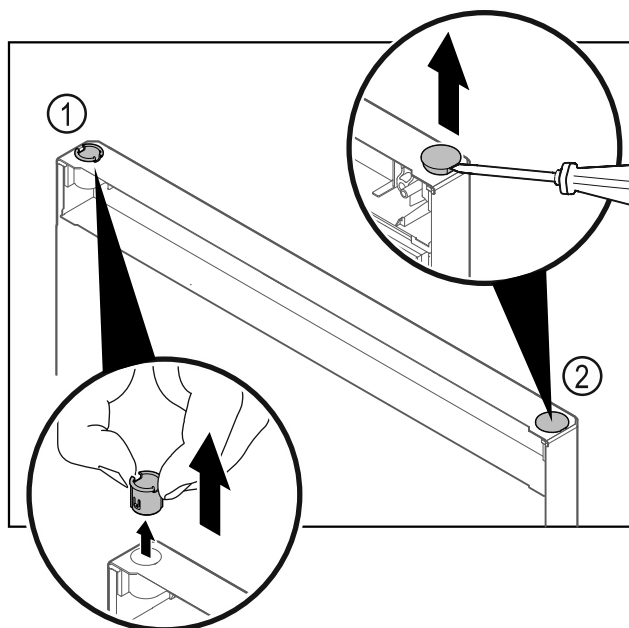

Fig. 18 Porta del vano frigorifero
- Estrarre la boccola cerniera Fig. 18 (1) con le dita.
- Con un cacciavite a testa a intaglio sollevare con cautela il tappo Fig. 18 (2) ed estrarlo.